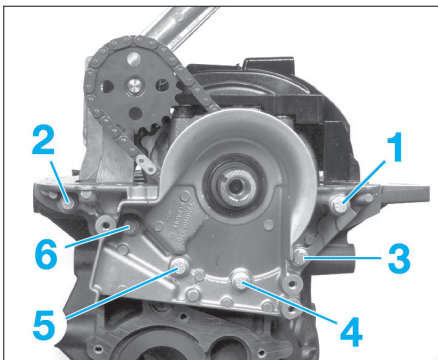

Fig. 28
- Serrer les vis de fixation du porte-bague d'étanchéité en respectant l'ordre prescrit (Fig.28). Monter une bague d'étanchéité neuve en bout de vilebrequin. Enfin procéder à la repose et au calage de la courroie de distribution neuve (voir méthode concernée).